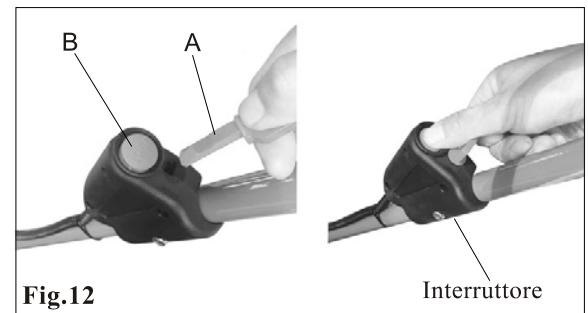

Fig.12
**SEMPLICI PASSI PER RICORDARE QUANDO CONVERTIRE IL VOSTRO RASAERBA.(Vedi FIG.12)**